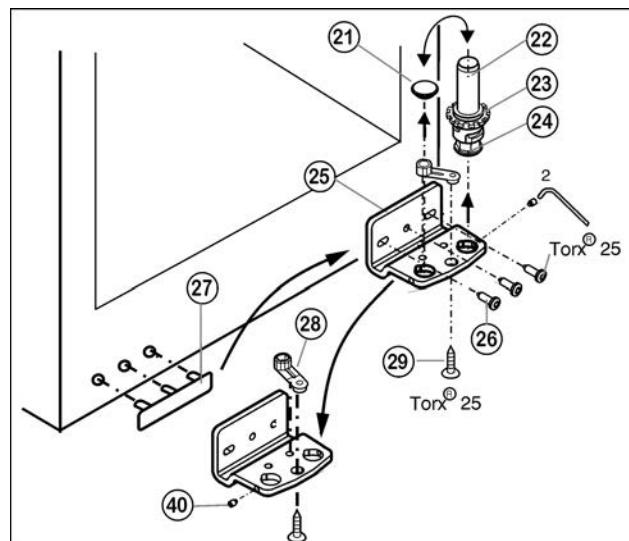

Fig. 6
- ▶ Отвинтите установочный винт Fig. 6 (40) приблизительно на один оборот прилагаемым торцевым ключом.
- ▶ Извлеките опорный винт Fig. 6 (22) в комплекте с шайбой Fig. 6 (23) и регулируемой опорой Fig. 6 (24), вывинчивая его вверх.
- ▶ Снимите пробку Fig. 6 (21).
- ▶ Открутите Fig. 6 (26) опорный кронштейн Fig. 6 (25).
- ▶ Полностью выкрутите установочный винт Fig. 6 (40) и вкрутите на противоположной стороне на нижнем опорном кронштейне, чтобы он был заподлицо с этим кронштейном.
- ▶ Открутите Fig. 6 (29) опорную деталь Fig. 6 (28) и, переставив в отверстие на противоположной стороне опорного кронштейна, снова прикрутите.
- ▶ Переставьте пробку Fig. 6 (21) в свободное отверстие.
- ▶ Осторожно снимите и переставьте на противоположную сторону крышку со стороны ручки Fig. 6 (27).
- ▶ Снова прикрутите опорный кронштейн Fig. 6 (25) на новой стороне шарнира (**с моментом 4 Нм**). При необходимости используйте аккумуляторный шуруповерт.
- ▶ Вновь установите опорный винт Fig. 6 (22) в комплекте с шайбой и регулируемой опорой.
- ▶ Затяните установочный винт Fig. 6 (40).
- ▶ Установите дверцу сверху на нижний опорный палец Fig. 6 (22).
- ▶ При необходимости выровняйте дверцы через два продольных паза в нижнем опорном кронштейне Fig. 6 (25) параллельно корпусу устройства. Для этого выкрутите средний винт.